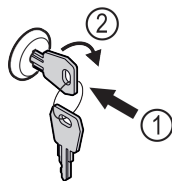

Fig. 143
- ▶ Sätt in nyckeln Fig. 143 (1).
- ▶ Vrid nyckeln 90° medurs Fig. 143 (2).